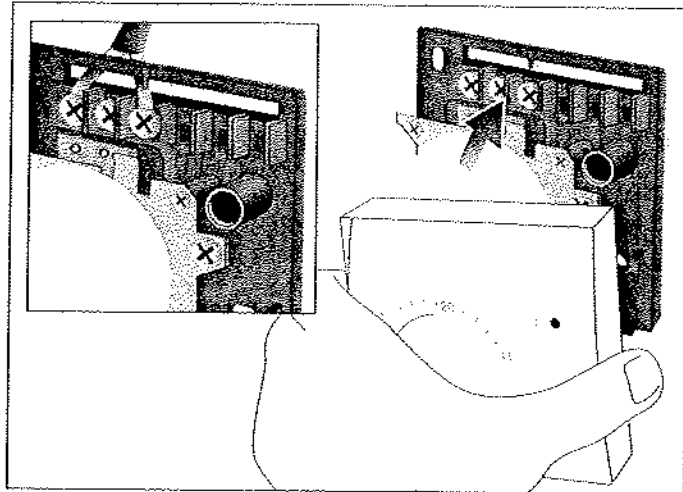

fig.10 - εικ.10
- Portare i fili dell'impianto attraverso la feritoia praticata sulla base ed eseguire gli allacciamenti alla morsettiere in conformità allo schema elettrico riportato all'interno del prodotto; riagganciare il coperchio alla base. (fig.10)
- Thread the power supply wires through the slot in the base and connect them to the terminals as per the wiring diagram sketched inside the appliance. Snap the front cover back. (fig.10)